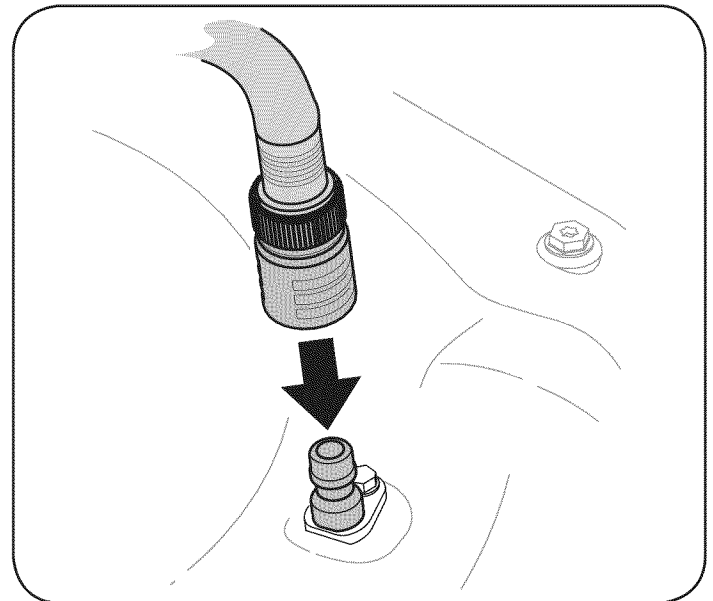

Figura 16
3. Conecte la manguera de jardín con la boquilla de lavado de la plataforma al puerto de agua sobre la superficie de la cubierta. Vea la Figura 16.